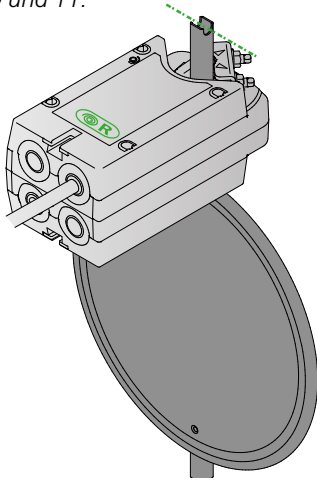

Abb. 10. Standardmontage (NC), Klappe geschlossen mit Überbrückung nach rechts.
- HINWEIS! Stellung von Klappenblatt und Sicherungsplatte, siehe Abb. 10 und 11.
1. Standardmontage des Klappenmotors (NC ) Klappenplatt montiert in geschlossener Stellung, siehe Abb. 10.